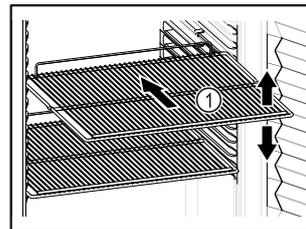

Fig. 70 Beispielhafte Darstellung
- Wenn Abstellroste Fig. 70 (1) versetzbar sind, je nach Höhe anpassen.